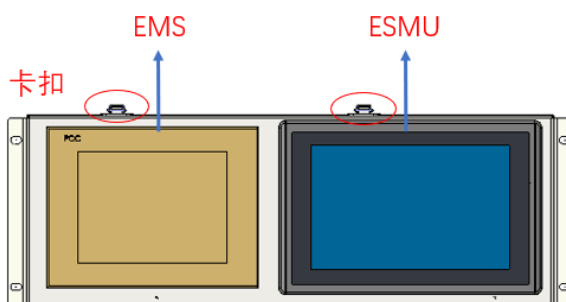

图 6-1 BMS、EMS 屏安装位置示意
- 2、打开图 6-1 的 EMS/ESMU 安装钣金，卡扣位置如图；
2. 打开 EMS/ESMU 安装钣金，卡扣位置如图 6-1 所示；